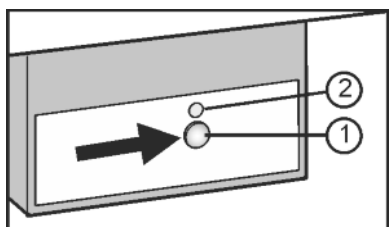

Fig. 22
- ▶ Appuyer sur la touche On/Off Fig. 22 (1) afin que la DEL Fig. 22 (2) s'allume.